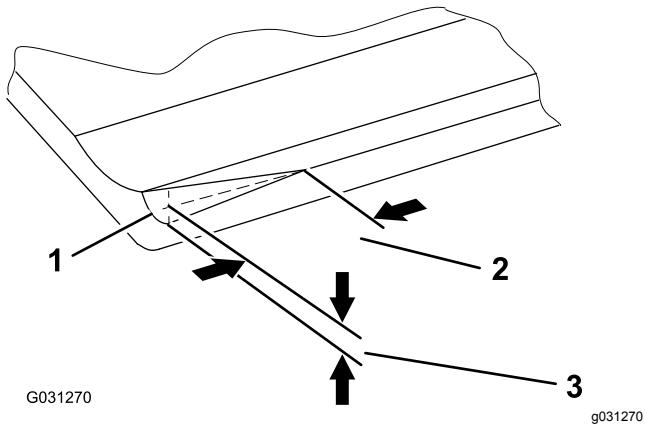

Figura 16
**Nota:** Con el tiempo, será necesario afilar el bisel (Figura 16) puesto que por diseño, sólo dura el 40% de la vida de la contracuchilla.